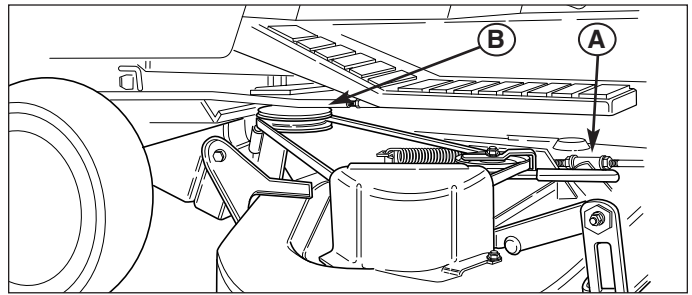

Figure 7. Dépose et installation de la courroie
2. Mettre la tondeuse sur la position de tonte la plus basse au moyen du réglage de hauteur de coupe (B, Figures 7 et 9).
5. Retirer la courroie de la poulie de PDF (B, Figure 7).
5. Voir la Figure 7. Déplacer le bras de tension (A) pour détendre la courroie. Engager la courroie sur la poulie de PDF (B).
6. Enlever la chaîne de levage (D) du crochet de levage (C). Refaire la même chose de l'autre côté.
7. Retirer la courroie de la poulie de PDF (B, Figure 7).
7. Voir la Figure 7. Déplacer le bras de tension (A) pour détendre la courroie. Engager la courroie sur la poulie de PDF (B).